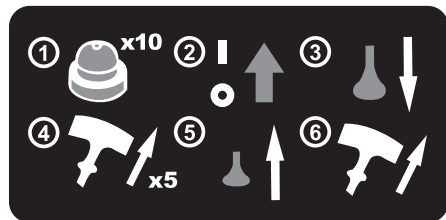

Рис. 9 Алгоритм запуска двигателя
*Алгоритм запуска двигателя приведен на наклейке, расположенной на бензопиле (Рис. 9).*